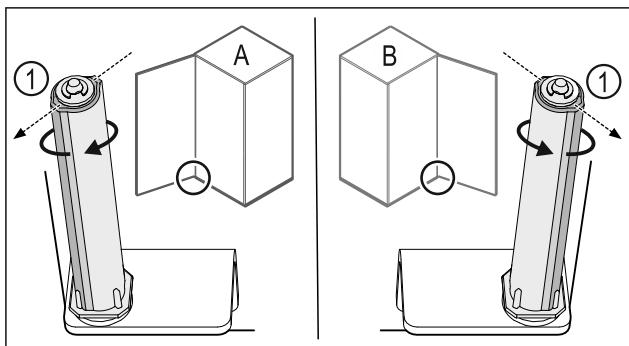

Fig. 26 左门挡 (A) / 右门挡 (B)
▶ 克服阻力转动关门系统，直至关门系统 Fig. 26 (1)的连接片朝外。